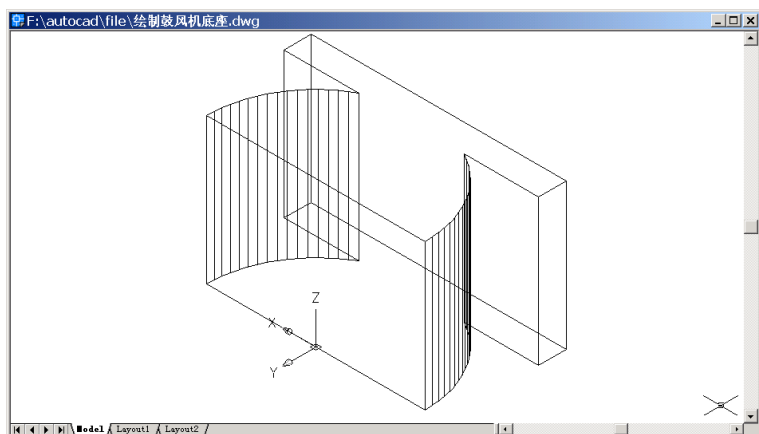

图 31.18 变换视图为西北视图
(1) 用 VIEW 命令变换视图为 Northwest Isometric (西北视图), 结果如图 31.18 所示。